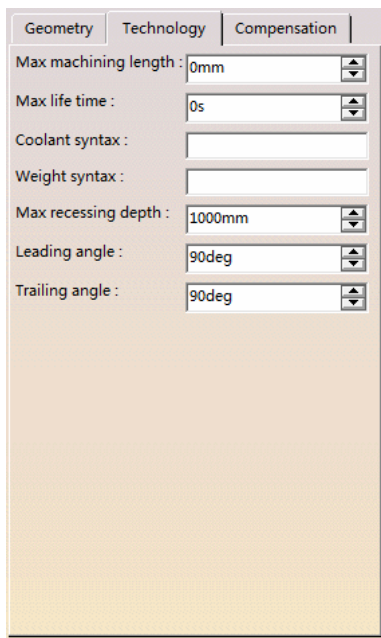

图 2-171 “Technology” 技术参数
- “Technology”: 技术参数。用于设置刀柄的技术参数, 如图 2-171 所示。